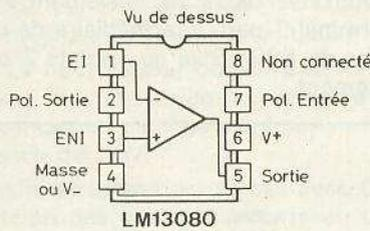
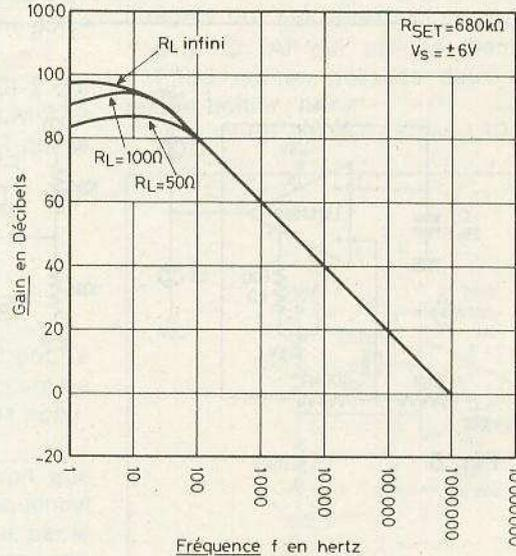
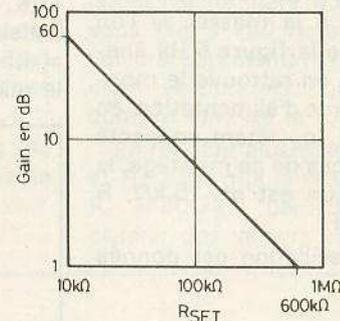

Fig. 8
Fig. 10
Fig. 11
Le brochage du circuit intégré LM 13080 est indiqué à la **figure 8**.
La mesure a été effectuée avec la charge de sortie  $R_L$  infinie et à la fréquence nulle, autrement dit en continu. En BF et HF, la réponse en boucle ouverte est donnée par la courbe de la **figure 10**. En ordonnées le gain en décibels et en abscisses, la fréquence, depuis 1 Hz jusqu'à 10 MHz. Remarquons que la forme de la courbe est linéaire, à partir de 100 Hz et dépend de la charge  $R_L$ , à  $f < 100$  Hz.
Lorsqu'il y a contre-réaction, le gain est plus faible et peut être relevé sur la courbe de la **figure 11**. Le gain est évalué en rapports V/V, de la tension de sortie à la tension d'entrée, en fonction de  $R_{SET}$  depuis 10 k $\Omega$  jusqu'à 1 M $\Omega$ .
Son schéma est donné à la figure 8.
Passons maintenant au montage de la figure 8. Le CI LF356 est monté dans un boîtier à 8 points de terminaison selon les indications de la figure 10.
En (A) on donne le branchement du boîtier rectangulaire DUAL IN LINE et en (B) celui du boîtier cylindrique. On pourra réaliser l'équilibrage entre les points 1 et 5 en suivant les indications de la **figure 11** mais cette opération n'a pas été effectuée dans le montage de la **figure 8**.